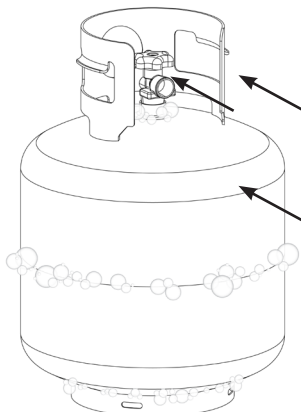

Figure 01
1. À l'aide d'un pinceau propre, appliquez une solution composée de 10/90 de savon doux et d'eau sur les zones de raccordement de la bouteille de GPL (indiquées par des flèches sur la figure 01).